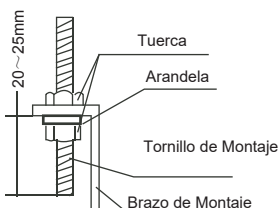

fig. 5-9
- Localice el brazo de montaje con los tornillos de montaje. (Ver fig. 5-9)